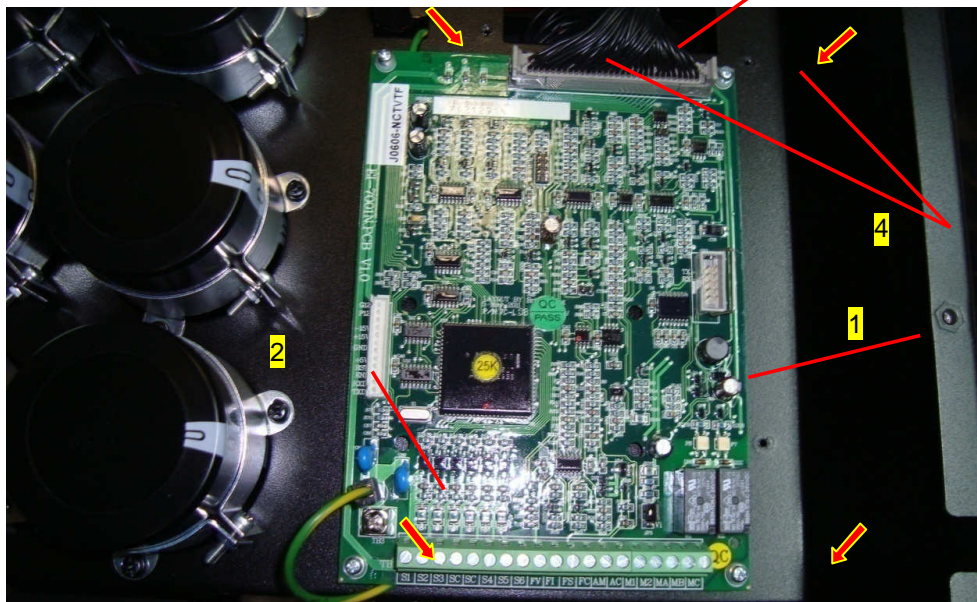

Рис. 7.23
7.16.1. Установить плату ЦП 1 над резьбовыми отверстиями корпуса блока конденсаторов. Закрепить плату четырьмя винтами (рис. 7.23, стрелки).